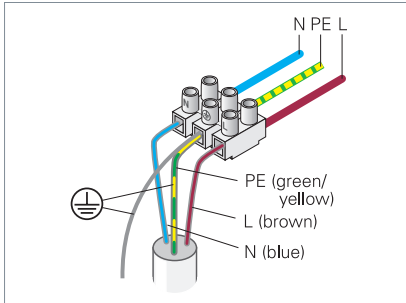

Fig. 7: Raccorder le luminaire avec capteurs
- ▶ Sur le côté de raccordement du luminaire, raccordez le câble métallique à la borne du conducteur de protection, voir Fig. 7.